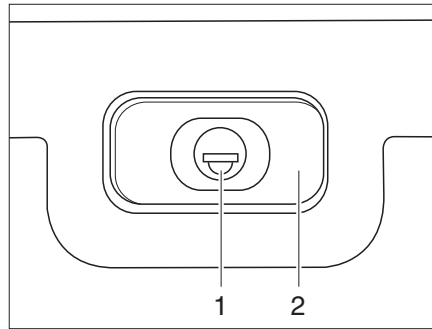

Fig. 29 Cerradura de la trampilla, rectangular, cerrada
- Introducir la llave en el cilindro de cierre (Fig. 29,1) y girarla un cuarto de vuelta. El asidero de la cerradura (Fig. 29,2) se abre de golpe.